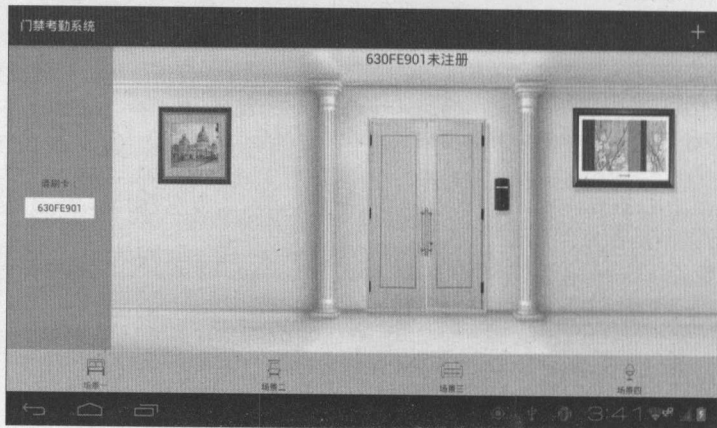

图 4.28 智能考勤 RFID 识别界面
(1) 根据实际硬件平台修改代码中传感器节点的 IEEE 地址及智云 ID/KEY。
(2) 编译 DoorCheck 工程，并安装应用程序到 Android 开发平台或 Android 终端内。
(3) 设置 Android 终端设备接入到互联网或者与智云 Android 开发平台设备在同一个局域网内。进入系统默认加载的 Fragment (DoorCheckFragment)，进入 RFID 射频卡识别界面，在界面弹出 “连接网关成功” 消息后即表示连接到智云服务中心。将射频卡靠近 RFID 传感器，当读取到射频卡的卡号时，会显示在屏幕左侧上，由于最开始没有想数据库中增加卡号及其对应的用户名，所以在屏幕上方的 TextView 中会显示 “未注册” 的信息，如图 4.28 所示。